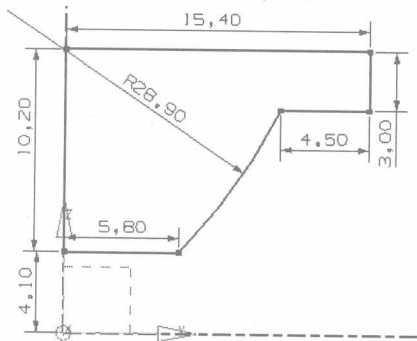
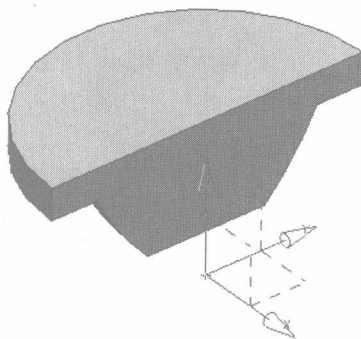

图1-2
图1-3
- (1) 在菜单栏中选取【插入】/【设计特征】/【回转】命令，弹出【回转】对话框，激活【草图截面】，弹出【创建草图】对话框。
- (2) 设置类型为【在平面上】方式，选取 $yc-zc$ 平面作为草绘的平面，单击 **确定** 按钮进入草图，绘制图 1-2 所示的图形。
- (3) 在【草图生成器】工具条中单击 **完成草图** 按钮，退出草绘界面，返回【回转】对话框。
- (4) 指定 zc 轴作为回旋中心轴，输入角度值为“180”，单击 **确定** 按钮创建回转特征，如图 1-3 所示。